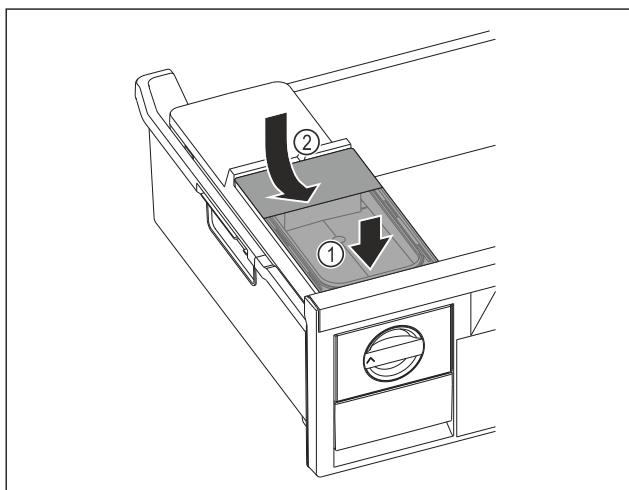

Fig. 127
- Помістити бак для води спереду. Fig. 127 (1)
- Опустити бак для води ззаду. Fig. 127 (2)